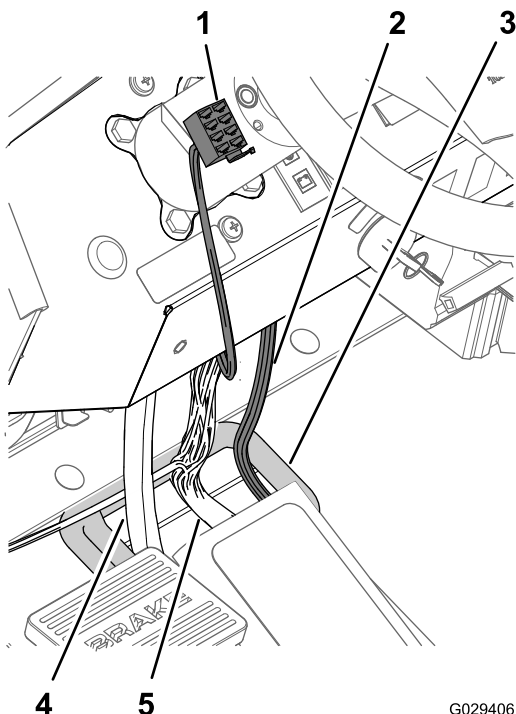

图15
4. 安装 240cm 仪表板支管末端的 8 插槽接头，穿过仪表板直到转向塔的左侧（图15）。